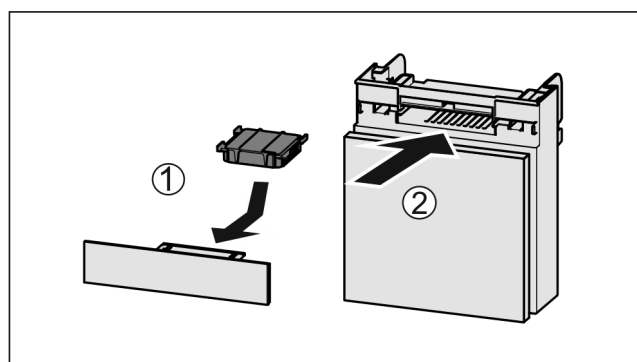

Fig. 114
- ▶ 按图装入 Fig. 114 (1) 活性炭过滤器。
- ▶ 推入 Fig. 114 (2) 抽屉。